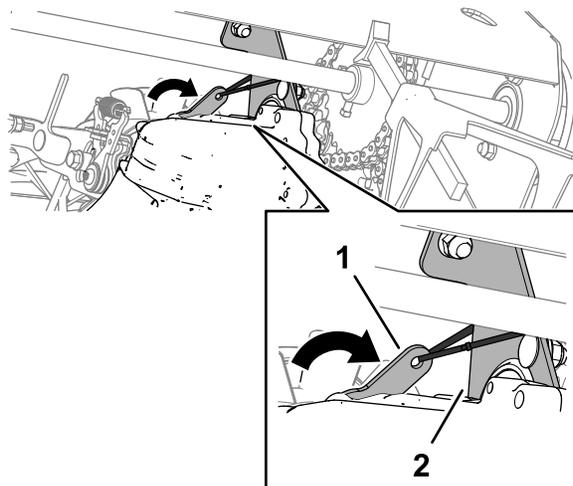

Рисунок 70
- Переведите рычаг байпаса в направлении опорного кронштейна вала и прикрепите рычаг к кронштейну (Рисунок 70).